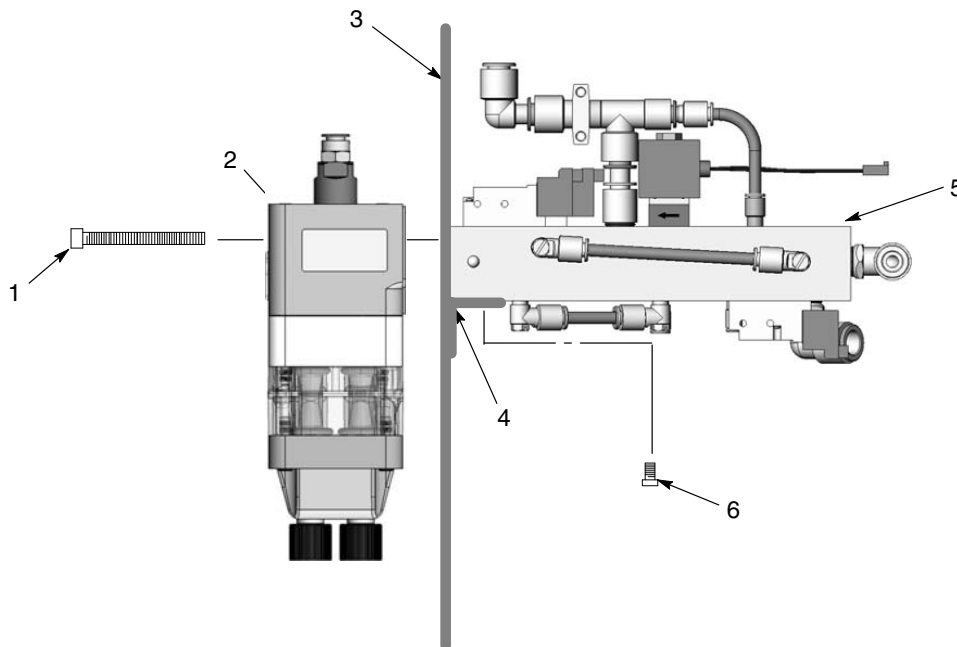

Figura 4-1 Installazione di pompa e collettore
1. Vedi figura 4-1. Accertarsi che le guarnizioni su pompa (2) e collettore (5) non siano danneggiate. Se le guarnizioni sono danneggiate, sostituirle.
2. Applicare il collettore su una staffa di montaggio adatta (4), contro la parete del pannello pompa (3). Fissare il collettore con le viti di montaggio (6), ma non stringere le viti.
3. Fissare la pompa al pannello pompa e collettore con le viti di montaggio pompa (1). Stringere saldamente le viti di montaggio della pompa.